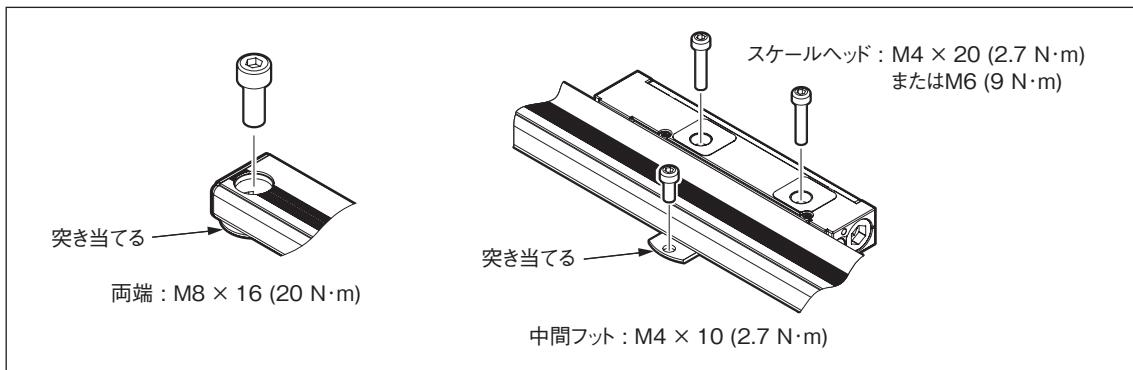

図 3-3
- スケール取付けねじは、一度に締めず、仮締めをし、平行度を出してから規定トルク（図3-3参照）で締付けてください。